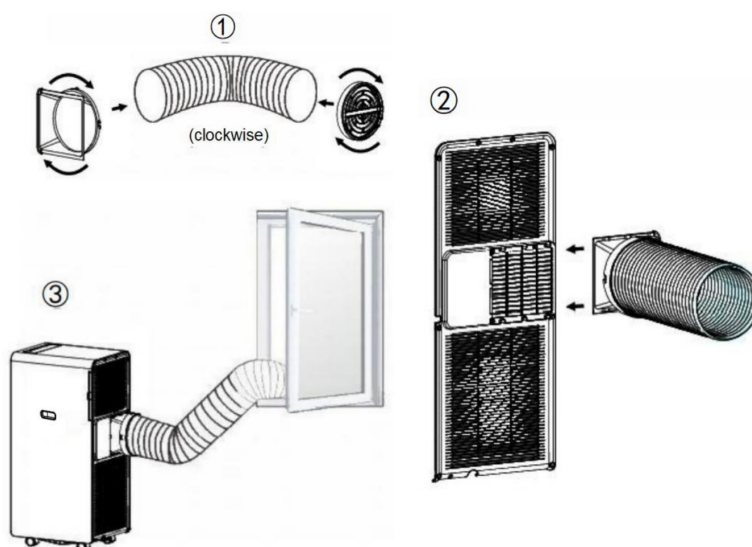

Abb. 4
3. Führen Sie das andere Ende des Abluftschlauchs zur nahe gelegenen Fensterbank (siehe Abb. 4).